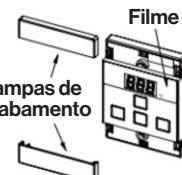

Fig. 4
7. Remova a película protetora da face do controlador e recoloque as placas de cobertura (Fig. 4).